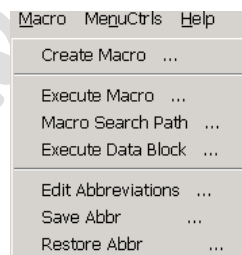

图1.11 【Macro】菜单
- 【Macro】菜单：主要用于对宏的定义和编写，如图 1.11 所示。例如：【Create Macro...】命令用于创建宏；【Edit Abbreviations...】用于编辑缩写等。